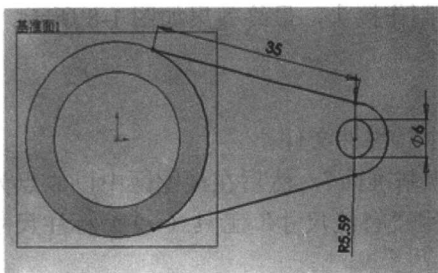

图 1-12 绘制的草图
(5) 在“设计树”管理器中选择基准面 1，然后将视图设置为“正视于”视图。使用“直线”工具（）、“3 点圆弧”工具（）和“圆”工具（）绘制草图，并使用“智能尺寸”工具（）标注尺寸，如图 1-12 所示。